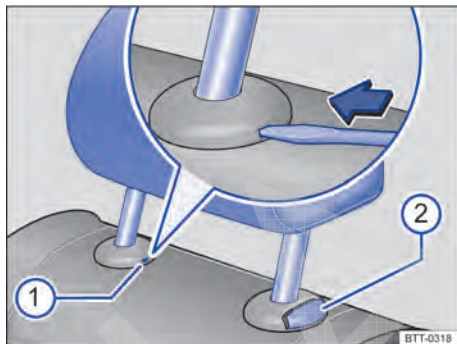

Fig. 52 Desinstalar o apoio para cabeça traseiro.
- Se necessário, pressionar a haste da chave de fenda da ferramenta de bordo na fenda da capa de cobertura $\Rightarrow$ Fig. 52 (1) no sentido da seta e segurar nesta posição.
- Ao mesmo tempo, pressionar o botão (2), enquanto outra pessoa retira totalmente o apoio para cabeça.